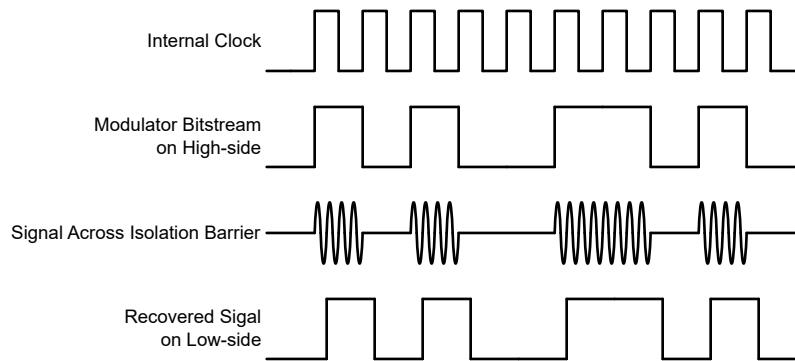

図 7-1. OOK ベースの変調方式
図 7-1 に示されているように、AMC0x30R-Q1 は、オン / オフ キーイング (OOK) 変調方式を使用して、変調器の出力ビットストリームを、 SiO_2 ベースの絶縁膜間で伝送します。送信ドライバ (TX) をに 機能ブロック図 示します。TX は、内部で生成された高周波キャリアを絶縁バリア越しに送信し、デジタル 1 を表現します。ただし、TX はデジタル 0 を表す信号を送信しません。AMC0x30R-Q1 で使用されるキャリアの公称周波数は 480MHz です。